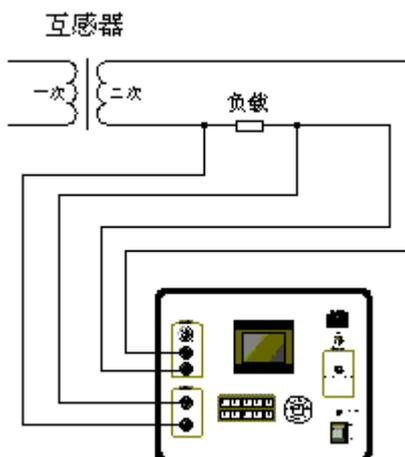

图4
3.1.2 直接输入时的负荷测量将被测互感器二次两端点接入此仪器电压输入端。如图4：将被测互感器二次侧任一根导线串接入此仪器电流输入端。